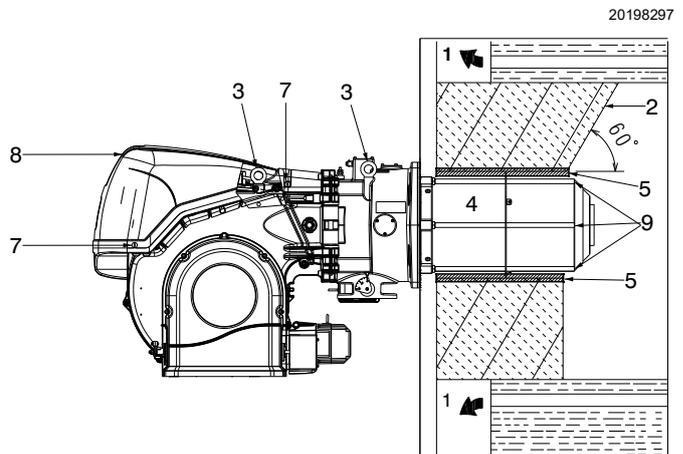

Abb. 15
Bei Kesseln mit vorderem Rauchumlauf 1) (Abb. 15) eine Schutzabdeckung aus hitzebeständigem Material 5) zwischen der Schamotte des Kessels 2) und dem Flammrohr 4) schaffen.
Für Heizkessel mit wassergekühlter Frontseite ist die Verkleidung mit feuerfestem Material 2)-5)(Abb. 15) nicht notwendig, sofern nicht ausdrücklich vom Kesselhersteller gefordert.
Durch Einhaken an den Ringen 3)(Abb. 15) ein angemessenes Hebesystem vorbereiten, nachdem die Befestigungsschrauben 7) der Verkleidung 8) entfernt wurden.
- Den beige packten Hitzeschutz am Flammrohr 4)(Abb. 15) einpassen.
Bei der Befestigung des Brenners am Kessel besonders auf die äußeren Gasleitungen 9) (Abb. 15) achten, damit Beschädigungen vermieden werden.